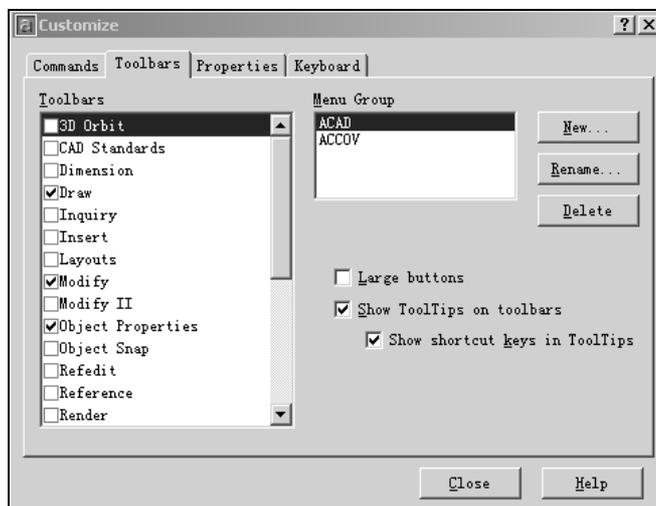

图 2-40 Customize (自定义) 对话框
(1) 执行 View→Toolbars 命令，或者直接在命令行输入 toolbar，则 AutoCAD 2004 将自动弹出如图 2-40 所示的 Customize（自定义）对话框。